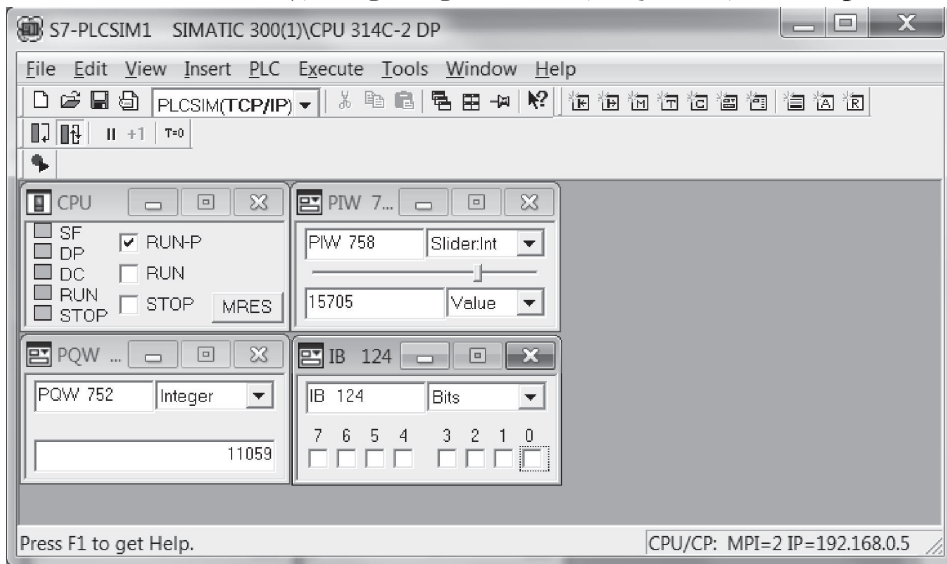

Рис. 2.30. Симулятор S7-PLCSIM
3. Присваиваем модулям адреса, соответствующие реальным (прописанным в Hardware), например: PIW 758, PQW 752, IB 124 (рис. 2.30).